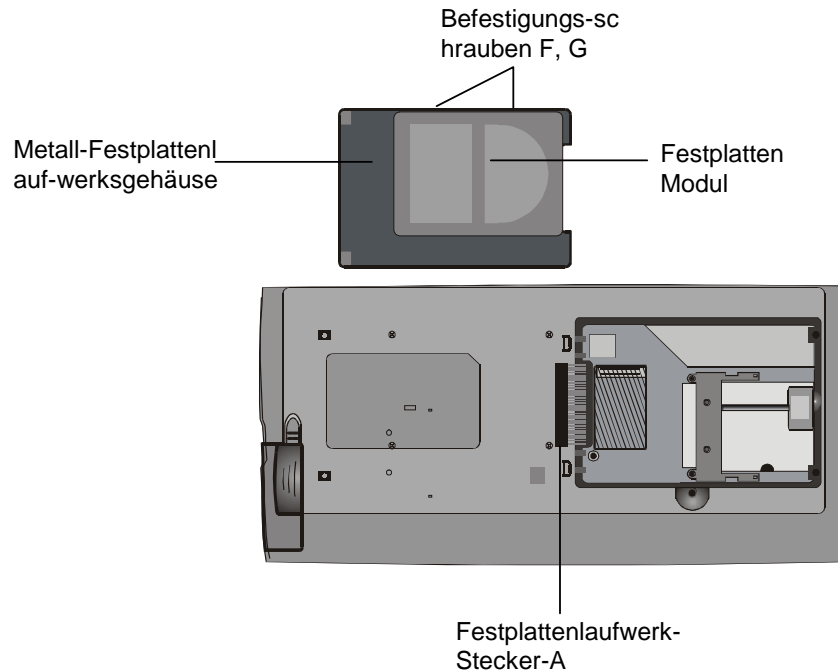

Abbildung 4-2
10. Merken Sie sich die Lage des Festplattenlaufwerk-Steckers A und entfernen Sie ihn vorsichtig vom Laufwerk. (Siehe Abbildung 4-2 auf der nächsten Seite)